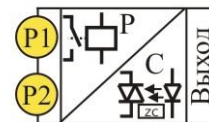

рис.1.4
- комбинированные реле + симистор (обозначение **PC**, рис.1.4)